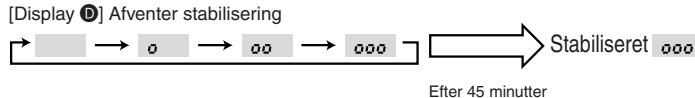

Fig. 8-3
③ Tryk på **FILTER** ($\leftarrow\right)$ -knappen for at bekræfte indstillingen. (Fig. 8-3)